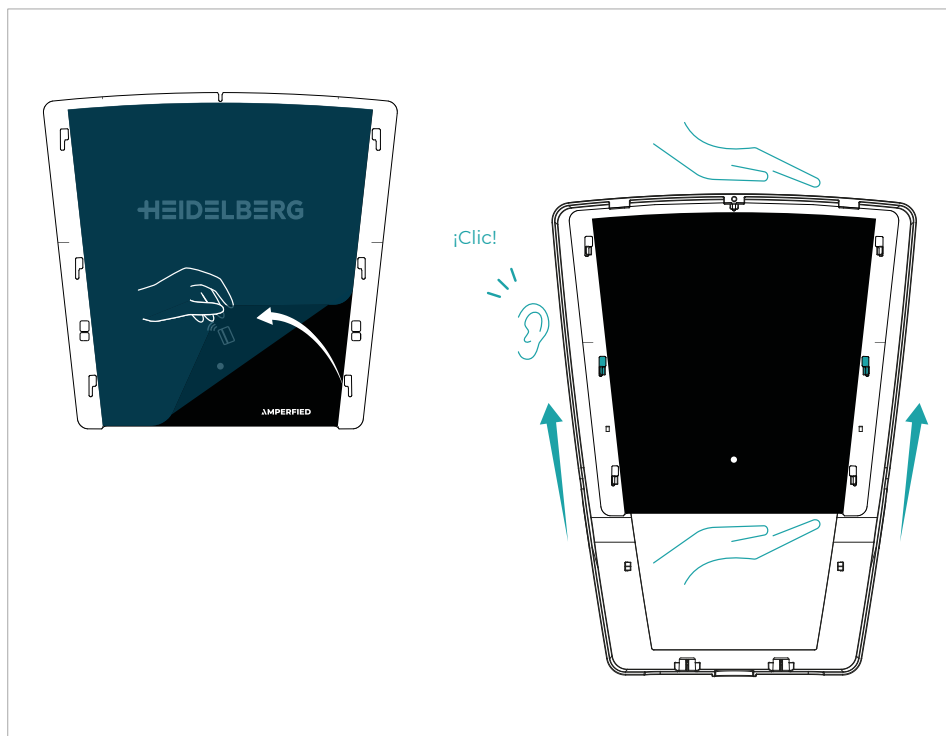

Fig. 9
- Retirar la película protectora del panel como se indica en la **fig. 9**.